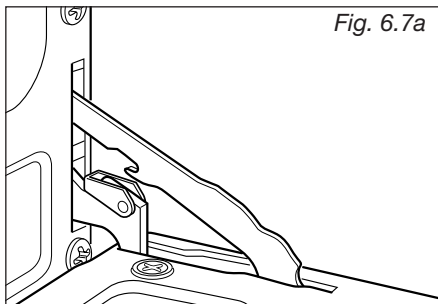

Fig. 6.7a
- Abra la puerta completamente (Fig. 6.7a).